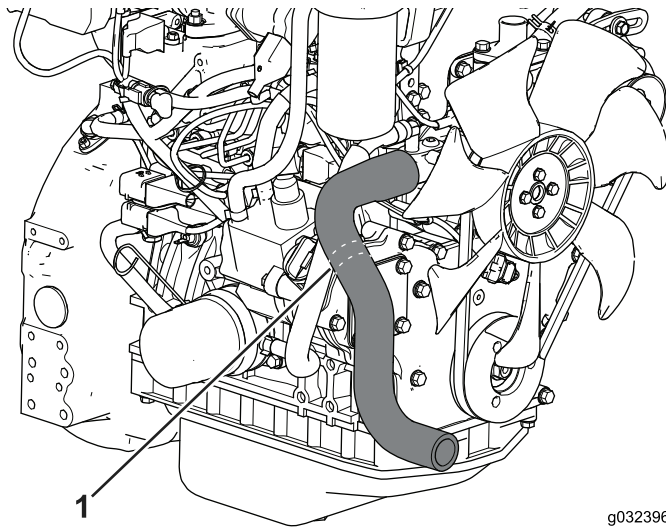

Bild 10
1. Ermitteln Sie den Kühlerschlauch (Bild 10).
2. Schneiden Sie den Kühlerschlauch mit einem Schneidwerkzeug an den Schnittlinien (Bild 10).